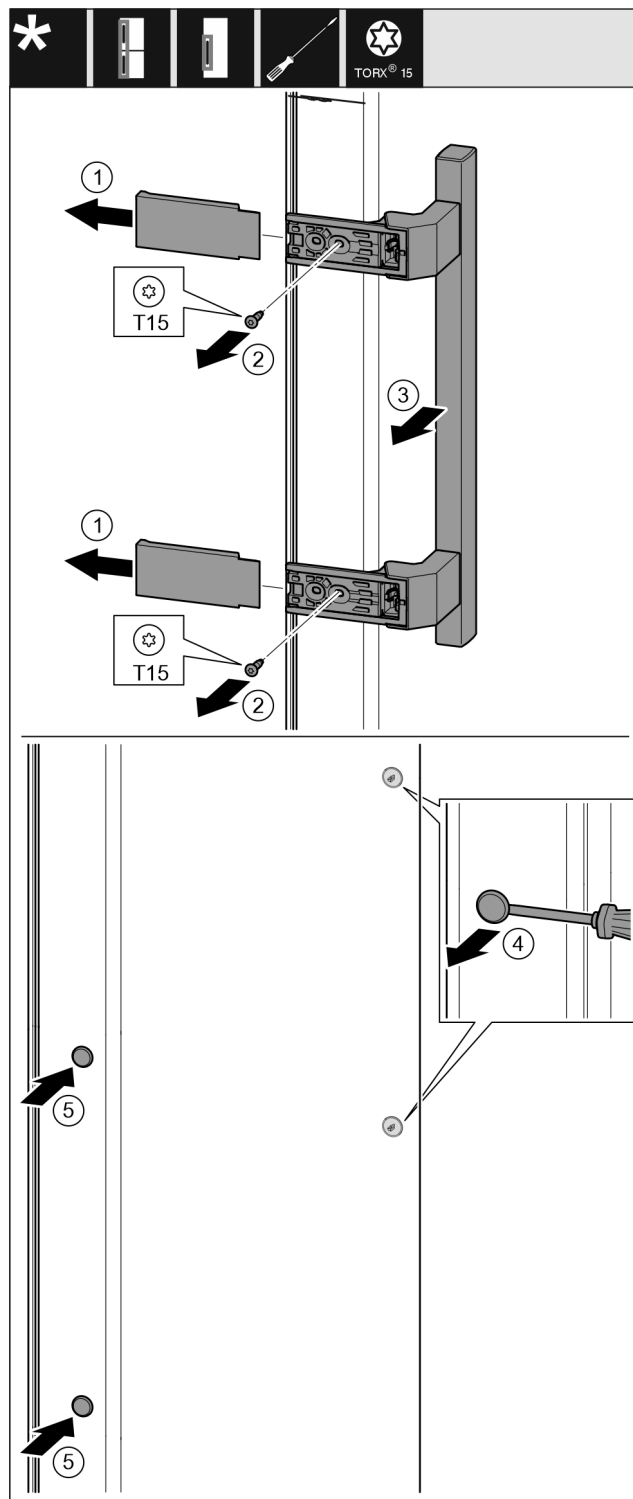

Fig. 14
- ▶ Trekk av dekslet. Fig. 14 (1)
- ▶ Skru ut skruene med skrutrekkeren Torx 15. Fig. 14 (2)
- ▶ Fjern håndtaket. Fig. 14 (3)
- ▶ Løft pluggene på siden forsiktig med en skrutrekker og trekk dem ut. Fig. 14 (4)
- ▶ Sett igjen inn pluggen på den andre siden. Fig. 14 (5)